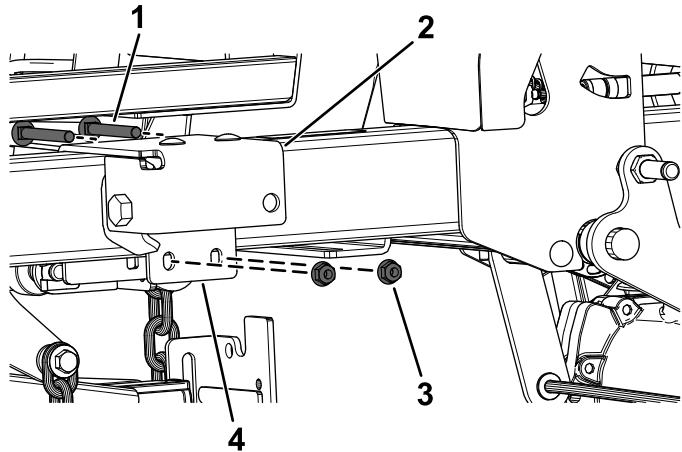

Figure 12
4. Fixez légèrement le support d'actionneur intérieur sur le support d'actionneur extérieur à l'aide de 2 boulons de carrosserie (5/16" x 2 $\frac{3}{4}$ ") et de 2 contre-écrous (5/16"), comme montré à la Figure 12.